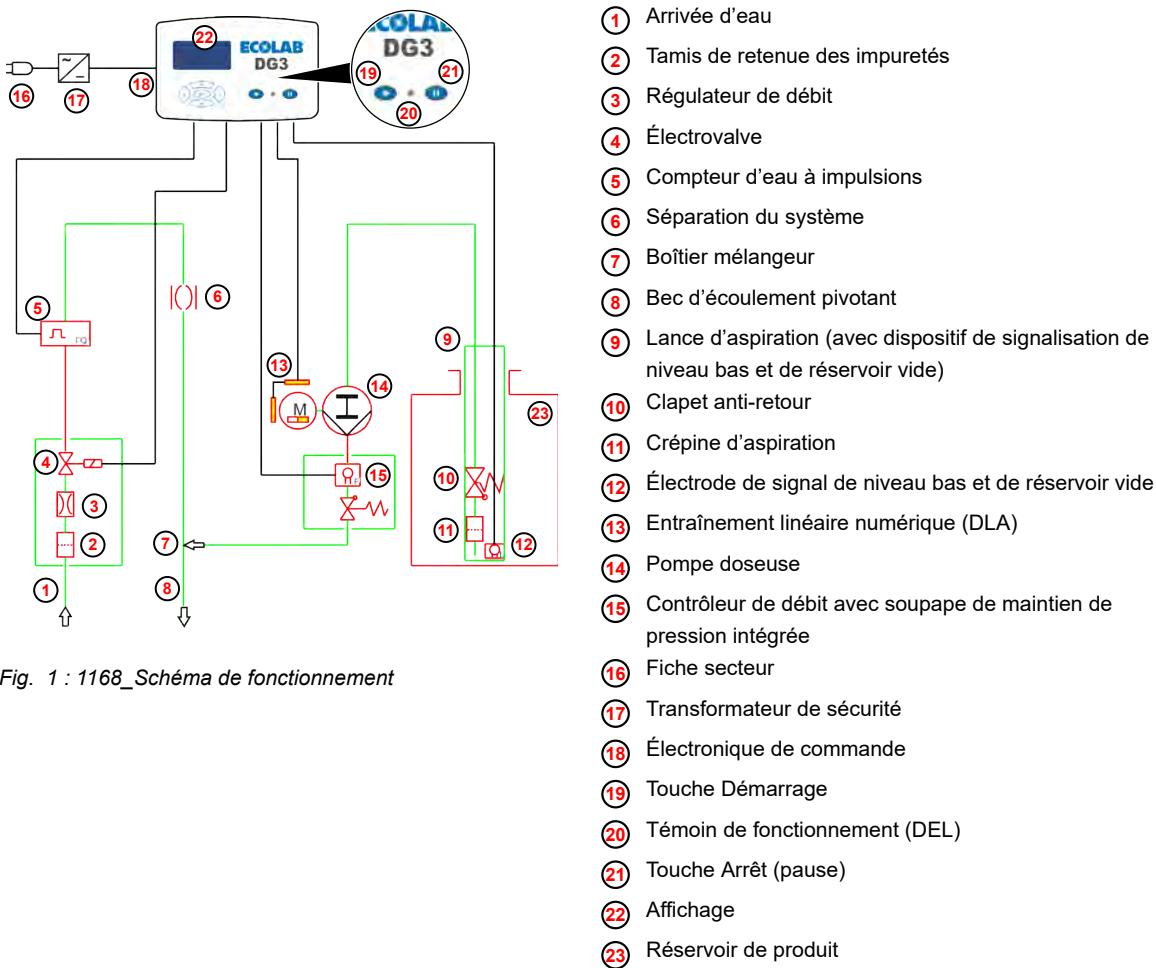

Fig. 1 : 1168_Schéma de fonctionnement
Un régulateur de débit est monté avant l'électrovalve (Fig. 1 , ④) pour la limitation du débit d'eau maximum.
Le contrôleur de débit (Fig. 1 , ¹⁵) monté avant le poste de dosage surveille en permanence le débit de désinfectant. L'appareil signale un incident en cas d'interruption du débit de produit suite à un défaut de la pompe doseuse, de la conduite d'aspiration, de l'entraînement ou de la lance d'aspiration à niveau ainsi que lors de l'utilisation d'un mauvais produit. Le numéro d'alarme « 0207 » s'affiche à l'écran. ↗ *Chapitre 11.2 « Messages d'erreur » à la page 96*